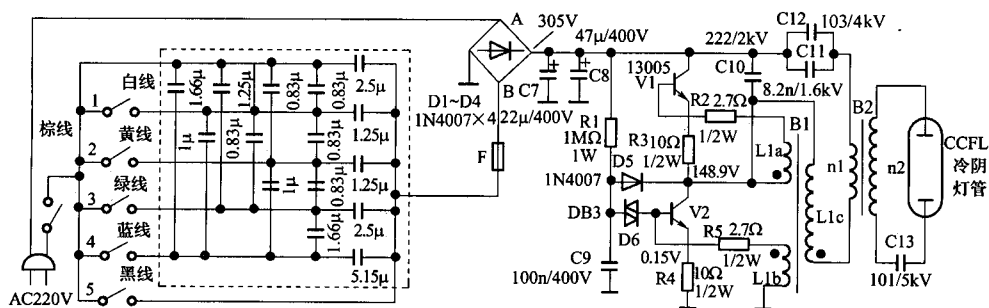

图 1-4 佳生 CCFL 可调光护眼灯电路
(1) 将滤波电容 C2($10\mu F/400V$)换为由 C21、C22、DA、DB、DC 所组成的降压滤波电路,可使原 A 点的电压由原来的 300V 降为 225V,B 点电压由原来的 150V 降为 112.5V,使 Q1、Q2 所承受的工作电压降低,提高了电路的可靠性,而输出到灯管上的电压仍在 80V(交流)左右,几乎没有变化。
(2) 在 Q1、Q2 两管 c-e 极上分别并接保护二极管 DD、DE,使得在频繁开关电源或插座接触不好时 Q1、Q2 不致被 L4 所产生的自感高压所击穿。
(3) 在整流桥输出正端串接一只过流保护温控电阻 KT,能够有效地保护后面电路,防止过流和扩大故障。
4. 佳生 CCFL 可调光护眼灯(图 1-4)